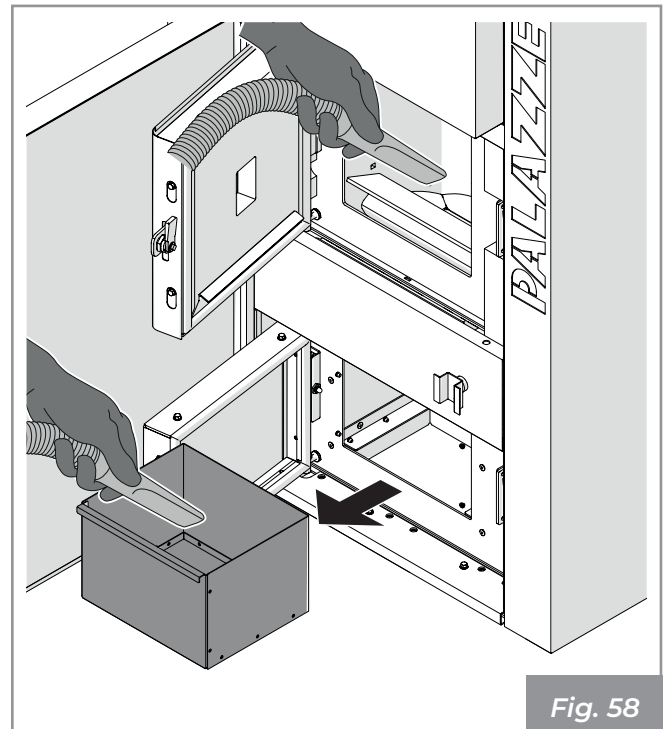

Fig. 58
- Asportare la cenere che si deposita all'interno del braciere (Fig. 58).
- Estrarre il cassetto cenere e svuotarlo, avendo cura di ripulire il vano che lo contiene da eventuali residui (Fig. 58).